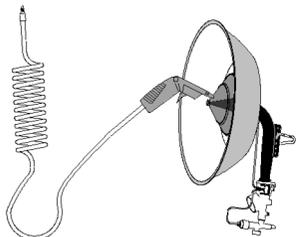
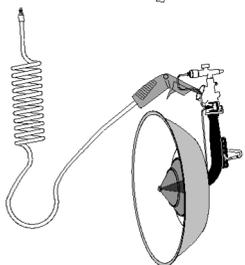

Fig. 14
Fig. 15
a) Limpieza con aire (Fig. 14 y Fig. 15)
- Colocar el radiador de forma vertical con la conexión de gas hacia abajo, y proyecte el aire comprimido por toda la superficie del cono exterior dirigiendo el chorro de aire hacia el cono interno (Fig.14).
Déle la vuelta al equipo y sople el aire comprimido a través de la abertura de entrada de aire. (Fig. 15).
a) Cleaning with air (Fig. 14 and Fig. 15)
- Place the radiator vertically with the gas connection facing downward and blast the compressed air over the entire surface of the outer cone: aiming the air jet towards the inner cone (Fig 14).
Turn the system over and blast the compressed air through the air inlet opening (Fig. 15).
a) Nettoyage à l'air (Fig. 14 et Fig. 15)
- Disposer le radiateur verticalement, le raccordement au gaz vers le bas, et projeter de l'air comprimé sur toute la surface du cône extérieur en orientant le jet d'air vers le cône interne (Fig. 14).
Retourner l'équipement et soufflez de l'air comprimé à travers l'ouverture d'entrée d'air (Fig. 15).